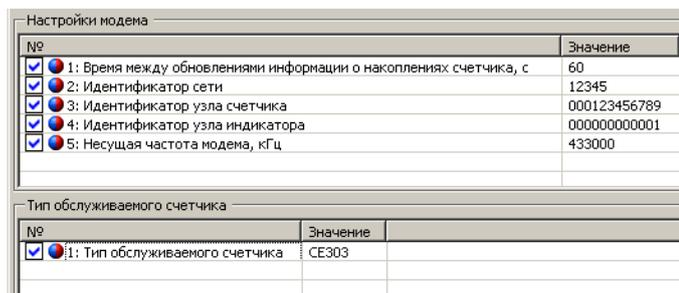

Рисунок 6.13 – Настройка индикаторного устройства SE901 RU
6.14.6 Перейдите на вкладку «Интерфейсный обмен». В разделе «Настройка модема» проконтролировать параметры: «Идентификатор сети», «Идентификатор узла счетчика», «Несущая частота» (см. рисунок 6.13) – они должны соответствовать настройкам радиомодуля SE831M0x.03, встроенного в счетчик см. п. 5.4.4.7